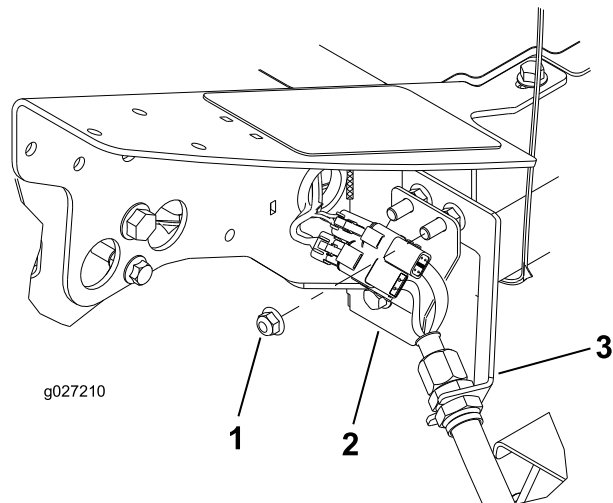

Figura 11
1. Motore principale del cilindro 2. Bullone di fissaggio (2)
3. Inserite la piastra del connettore sui bulloni di montaggio di supporto con i connettori posizionati come illustrato in Figura 11.
1. Nell'angolo anteriore sinistro del telaio (posizione dell'apparato di taglio n. 4) togliete il dado a testa flangiata aggiuntivo sul bullone che fissa la staffa di supporto alla macchina (Figura 11).